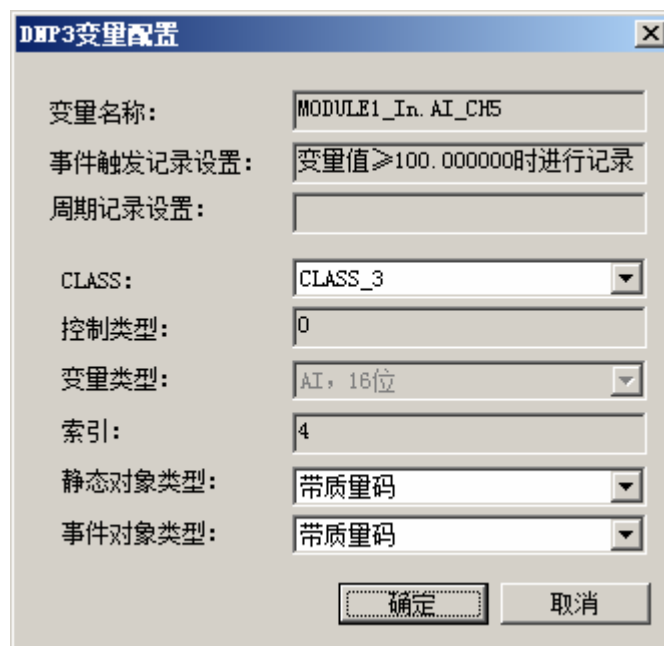

图 4-25 DNP3 变量配置
4. 选中某条事件记录，单击“编辑”，弹出如图 4-25所示界面。不同类型的变量配置参数不同。如图中所示白底的为可编辑参数，可在下拉框中选择配置。